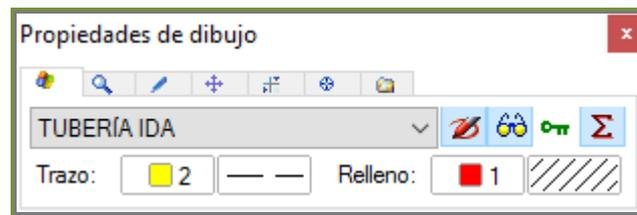

Figura 13. Propiedades del dibujo.
2. Acuda a la opción de menú **Ver/Barra de herramientas/Barra flotante de herramientas gráficas** para que aparezca en pantalla la barra de propiedades tal como aparece en la Figura 13.